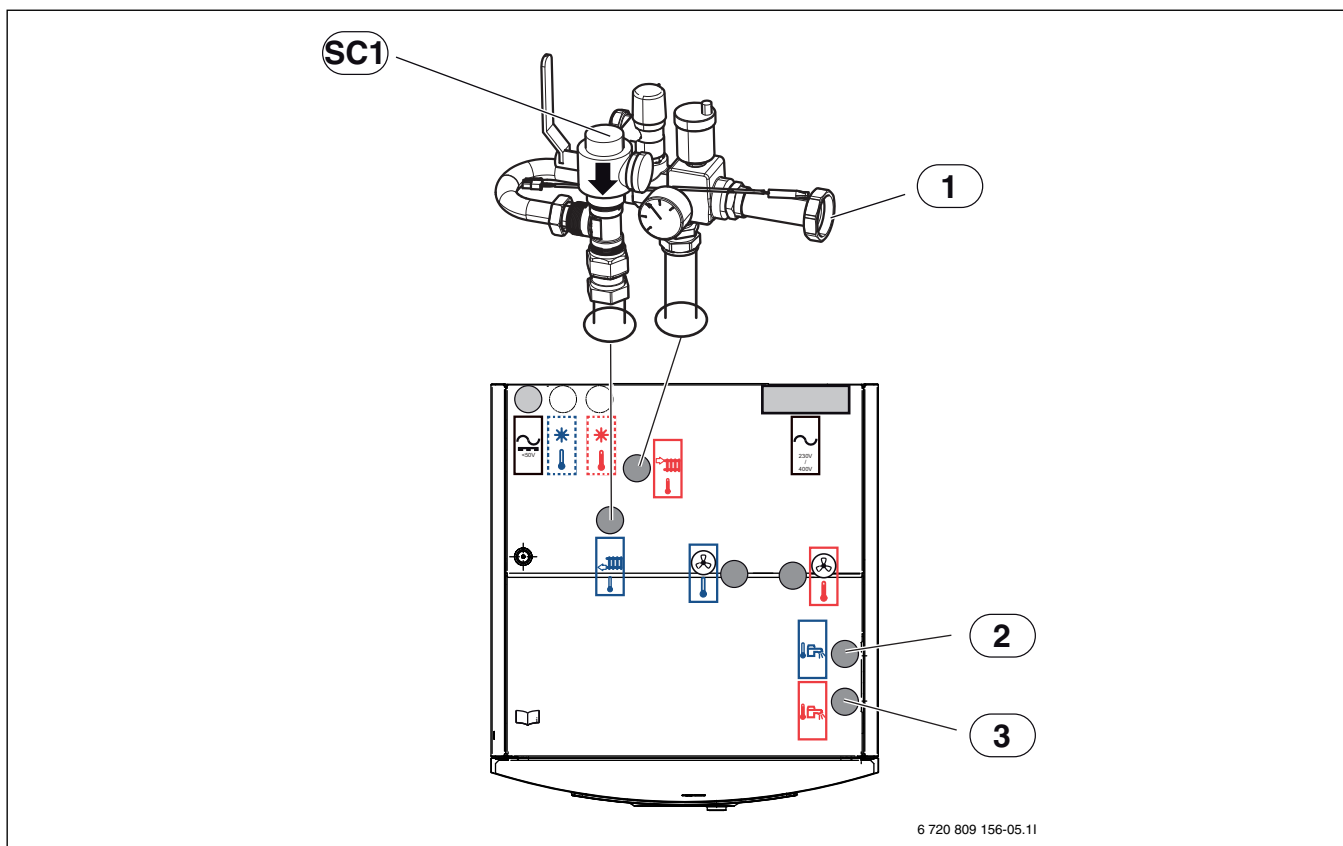

Fig. 13 Conexión de la unidad interior a la instalación de calefacción y al agua caliente
- ▶ Conectar la bomba de circulación de la instalación de calefacción a [1], fig. 13.
- ▶ Conectar el retorno de calefacción al filtro de partículas [SC1], fig. 13.
- ▶ Conectar el agua fría a [2], fig. 13.
- ▶ Conectar el agua fría a [3], fig. 13.